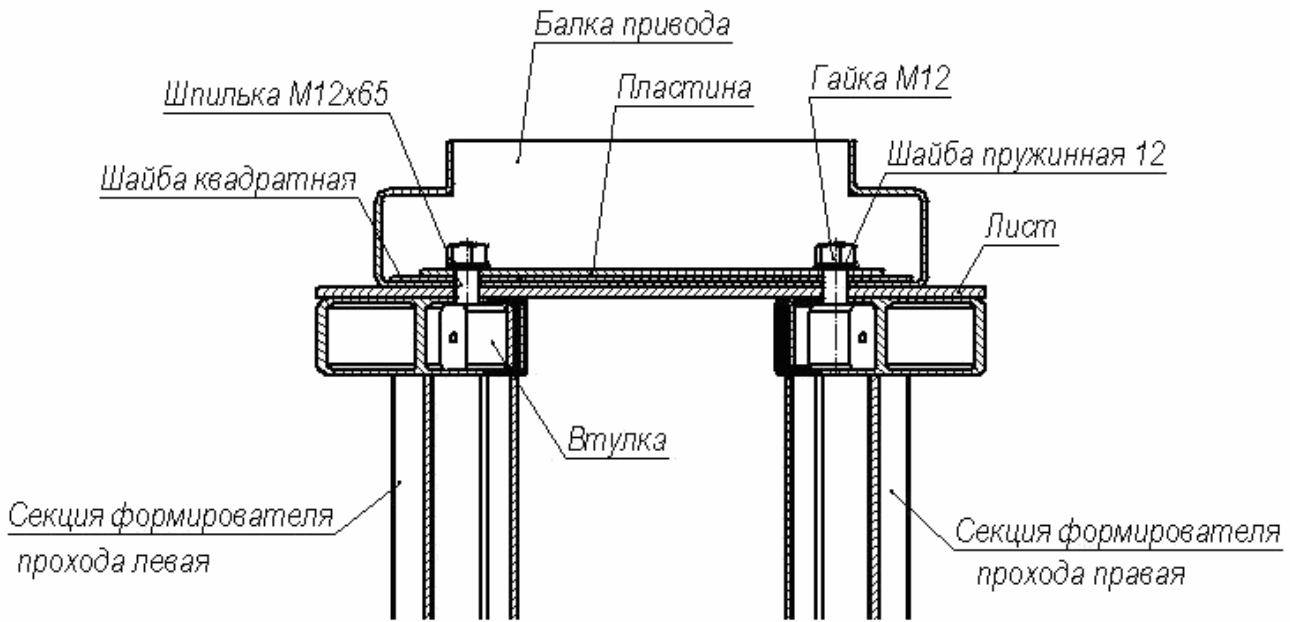

Рисунок 15. Крепление балки привода (13) к секциям (6) и (7) формователя прохода
- 11.6. Зафиксируйте положение балки двумя гайками М12 (см. рис. 15). Затяните гайки на всех четырех шпильках, крепящих балку привода. Усилие затяжки гаек – предварительное.